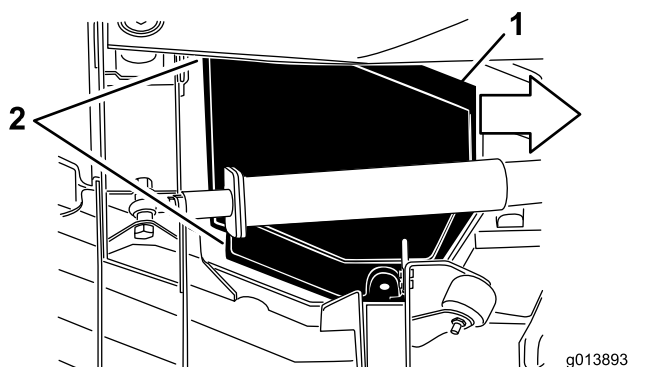

図 78
5. カバーを持ち上げながら、トラクションユニット側に約 2.5 cm ほど引き出すと、外側カバーのエッジがデッキから外れる 図 78。